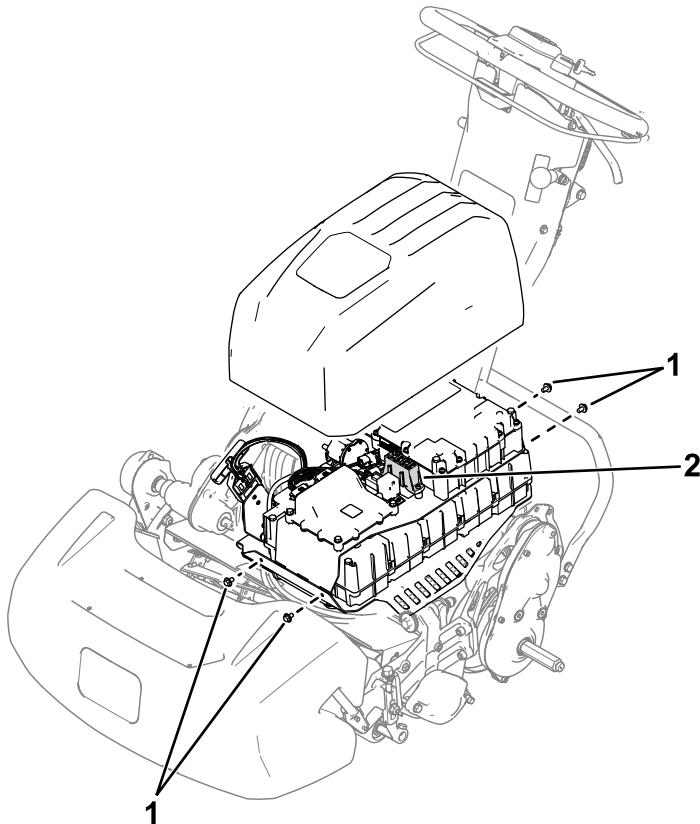

Figura 28
2. Retire los 4 tornillos (Figura 28) que sujetan la cubierta de la batería y retire la cubierta.